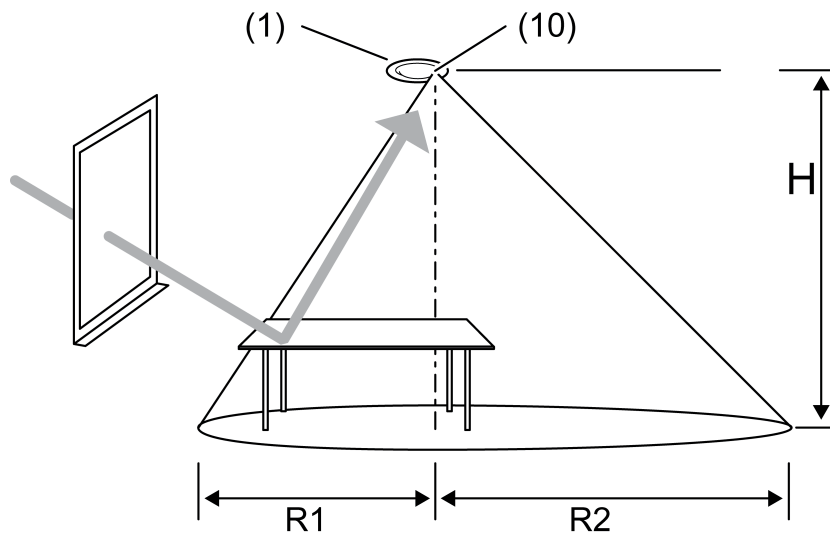

Figure 7
- Lors du montage, orienter l'appareil de telle sorte que le capteur de luminosité (10) ne soit pas orienté vers la fenêtre (figure 7).